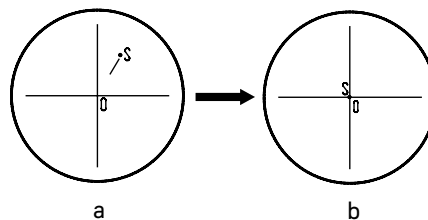

Рис. 15. Настройка канала визуализации
- Наблюдая объект через окуляры, найдите отличительную точку в поле зрения (легко идентифицируемую цель, такую как точка S на рис. 15а), переместите объект на предметном столике так, чтобы данная точка находилась в центре поля зрения как показано на рис. 15b. Для этой процедуры вместо обычного препарата удобно использовать специальный калибровочный слайд с перекрестием, а вместо обычного окуляра – окуляр с перекрестием.